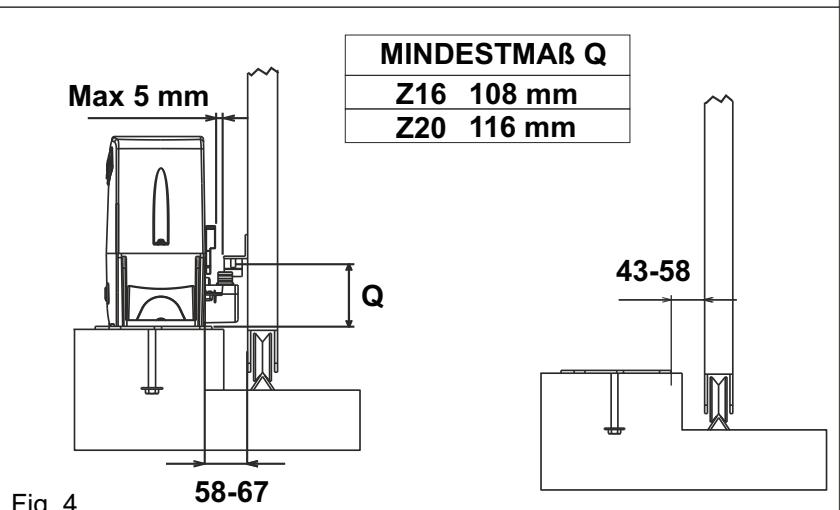
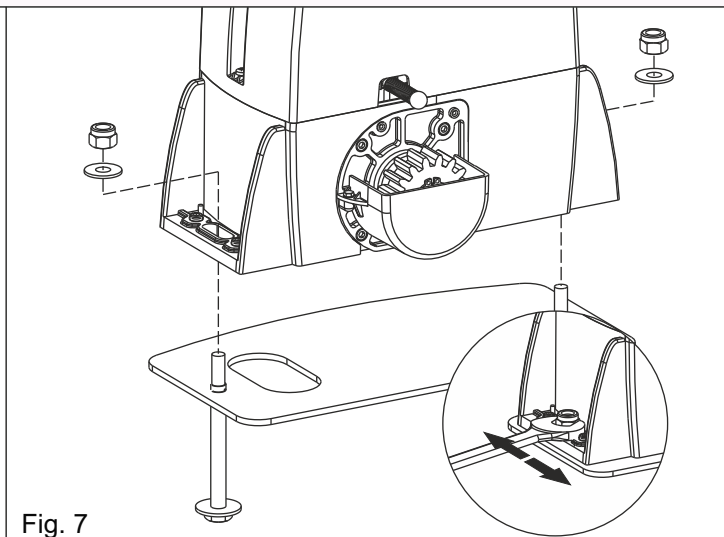

Fig. 4
Fig. 7
**2.3.** Vor dem Einbetonieren der Platte sicherstellen, dass sie genau horizontal positioniert und der Abstand von 58-67 mm (Abb. 4) eingehalten wurde.
**4.2.** Den Antrieb mit Hilfe der 2 mitgelieferten Bolzen an der Grundplatte befestigen und dabei die seitliche Position (Abb. 7) nach den in Abb. 4 angegebenen Maßen regulieren